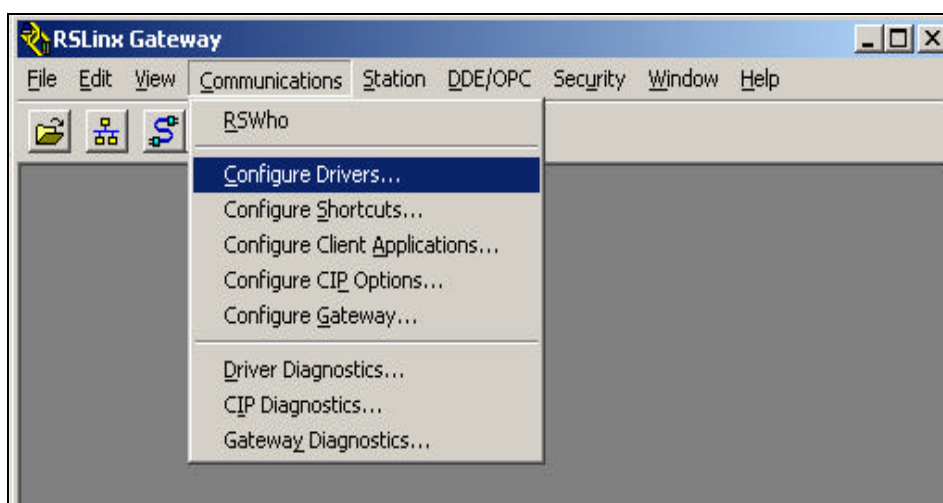

图 3-29 组态驱动
7. 单击菜单栏 *Communications->Configure Drivers...* 或在工具条上单击 *Configure Drivers*（组态驱动），如图 3-29 所示。